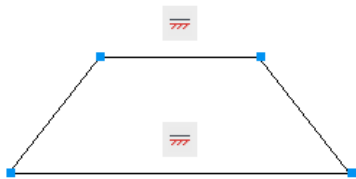

图 15.2.6 隐藏约束
Step4. 在“约束设置”对话框中取消选中 **相等(Q)** 复选框, 然后单击 **确定** 按钮, 隐藏约束的结果如图 15.2.6 所示。